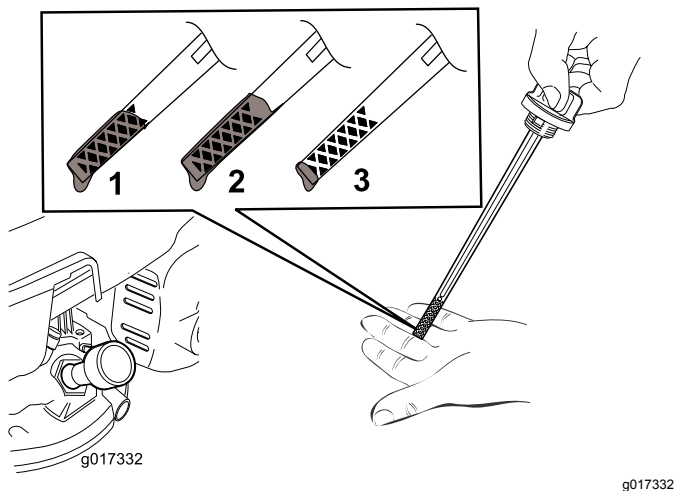

図 11
5. オイルの量の確認方法は 図 11 を参照。
注 ディップスティックで量を確認しながら 図 11 に示される適正量までオイルを入れる。オイルを入れすぎてしまった場合には、「エンジンオイルの交換」の項に従って余分なオイルを抜き取ってください。